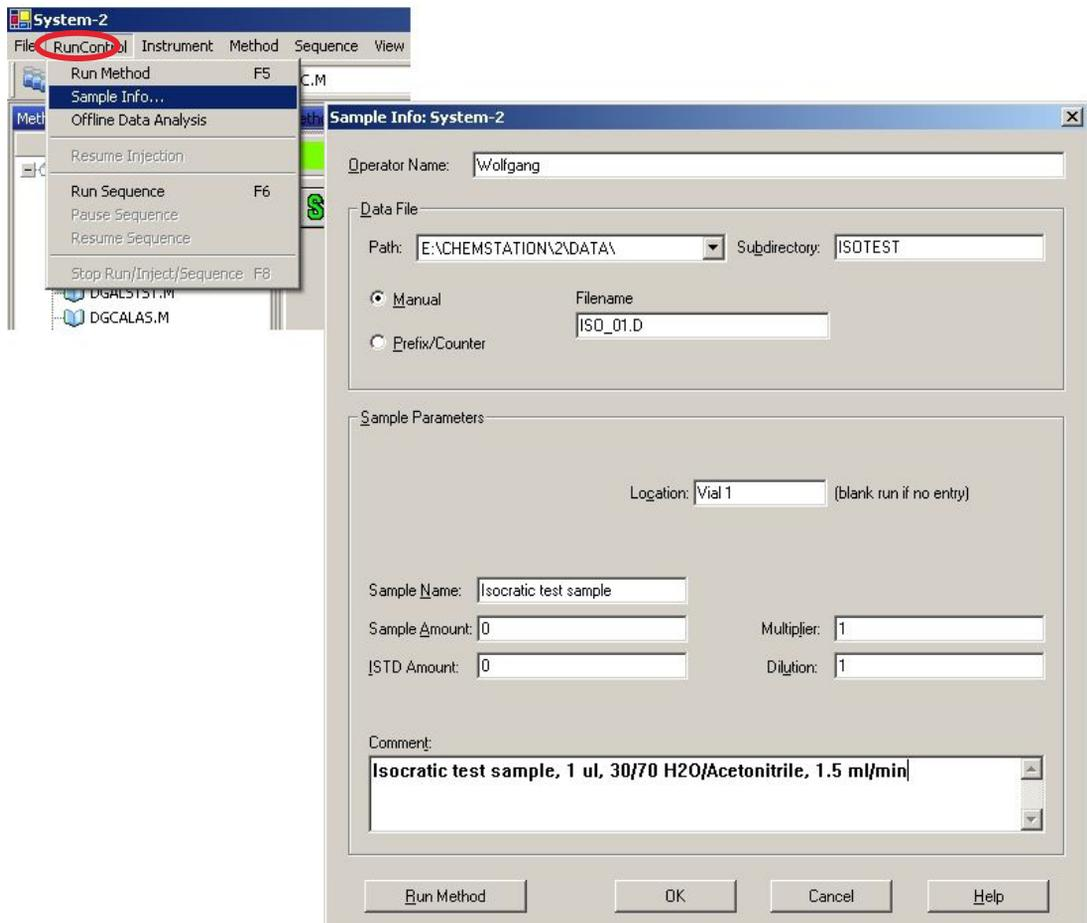

图 17 样品信息
**14** 选择菜单项**运行控制 > 样品信息**，并输入有关此分析的信息（第 50 页的图 17）。按**确定**离开此屏幕。